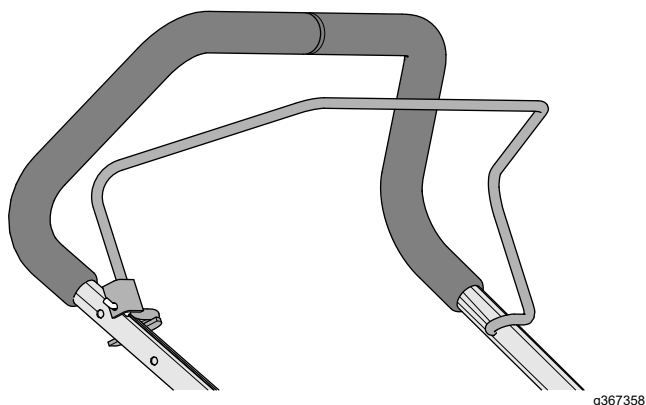

Figur 10
- Dra kabelkopplingen genom hålet i fästet på förarnärvaroreglaget enligt Figur 10.